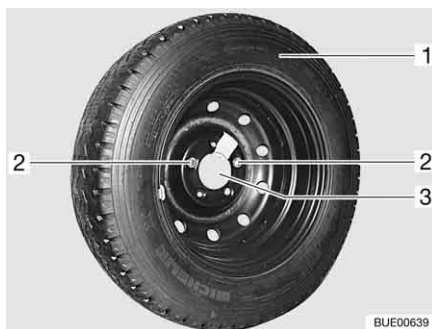

Bild 280 Ersatzrad-Halterung in der Heckgarage
- Die beiden Befestigungsschrauben (Bild 280,2) mit dem Bordwerkzeug herausdrehen und abnehmen.
- Das Ersatzrad (Bild 280,1) von der Halterung (Bild 280,3) abnehmen.